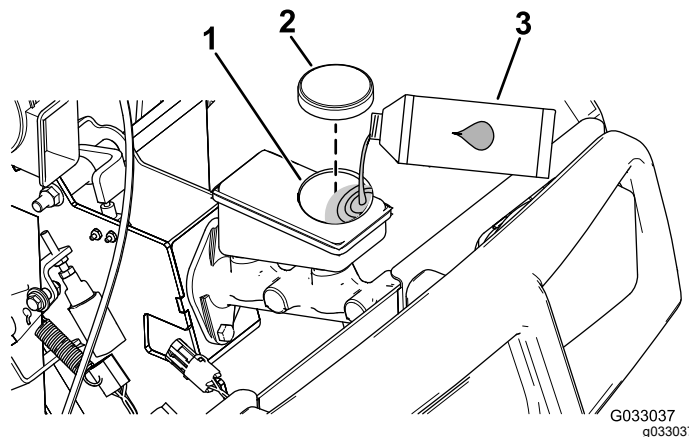

図 68
4. フードを持ち上げてブレーキのマスターシリンダとブレーキ液タンクにアクセスできるようにする 図 68。
- A. ウェスでタンクのキャップの周囲をきれいに拭いてキャップ外す 図 68。
- C. タンクにキャップを取り付ける 図 68。